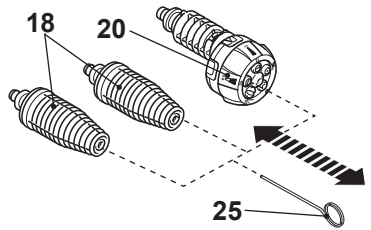

Fig. 24
Eliminar cualquier depósito de suciedad del agujero de la boquilla (18/20) usando la aguja de limpieza (25) (Fig. 24).